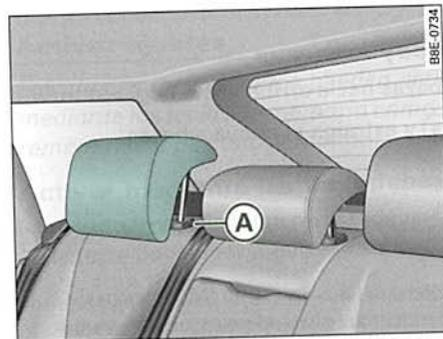

Fig. 93 Plazas laterales del asiento trasero: Apoyacabezas
- Pulse el botón (A) ⇒ fig. 93 y desplace el apoyacabezas hacia abajo.
- Apriete la tecla (A) ⇒ fig. 93 y, al mismo tiempo, extraiga el apoyacabezas.